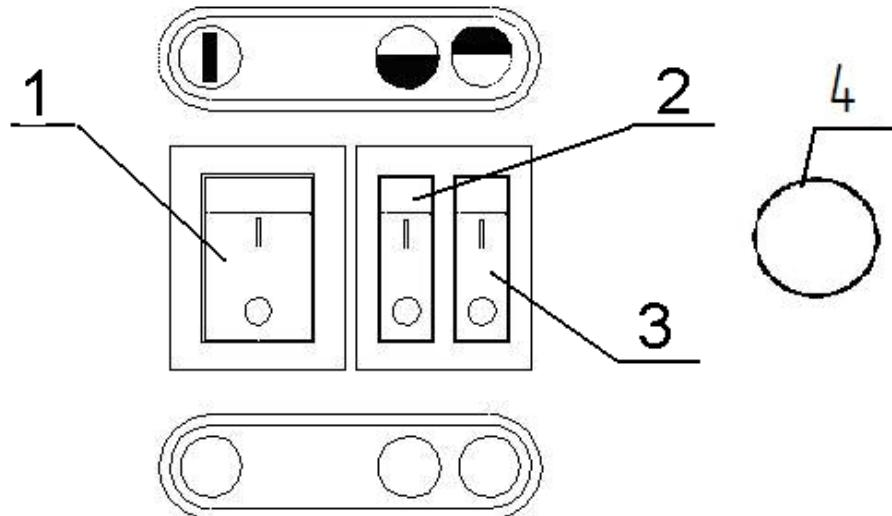
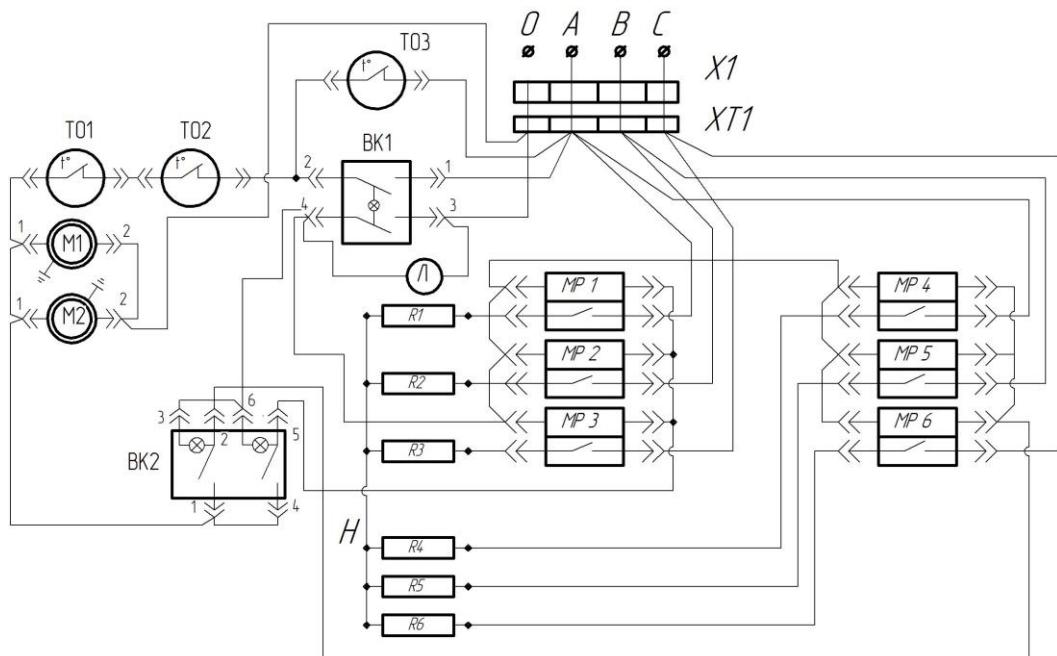

Рис. 1 Клавиши управления.
Рис.2 Схема электрическая принципиальная Т3-6, Т3-9.
Схема электрическая принципиальная приведена на рис.2. Положение клавиш управления на рис.1.
- 7.1.1. Для включения режима воздушной завесы необходимо: включить клавишу сетевого выключателя (поз.1, рис.1) в положении ①, при этом включаются вентиляторы и загорается подсветка клавиши, создается режим «воздушный занавес».
7.2.1. Для подогрева воздуха в режиме 1 установить клавишу позиции 2 (рис 1) в положение «», при этом загорится лампочка подсветки клавиши и включатся три нагревателя мощностью 3 кВт (ТЗ-6) и 4,5 кВт (ТЗ-9). Для работы в режиме 2 установить клавиши 2 и 3 (рис.1) в положение “” и “” при этом горит подсветка всех клавиш и завеса работает с полной мощностью 6 кВт (ТЗ-6) и 9 кВт (ТЗ-9).